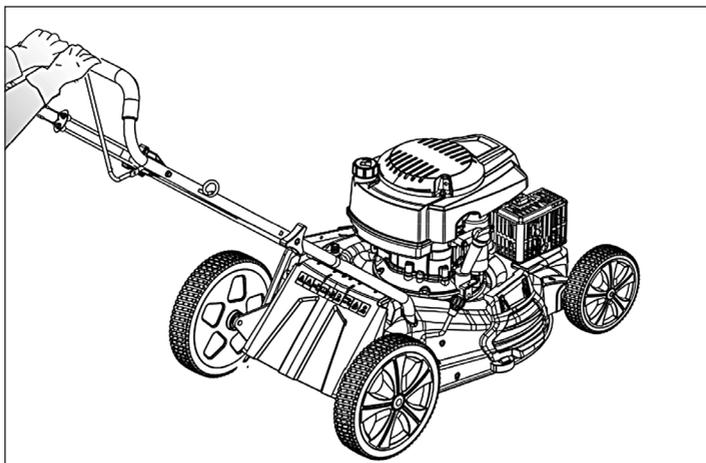

Рис. 12
7. В газонокосилках GLD-520SP-VE и GLD-520SP-BS реализована функция передачи крутящего момента на колеса для облегчения процесса скашивания. Для включения привода колес нажмите нижний рычаг, не отпуская верхний рычаг привода ножа (рис. 12).